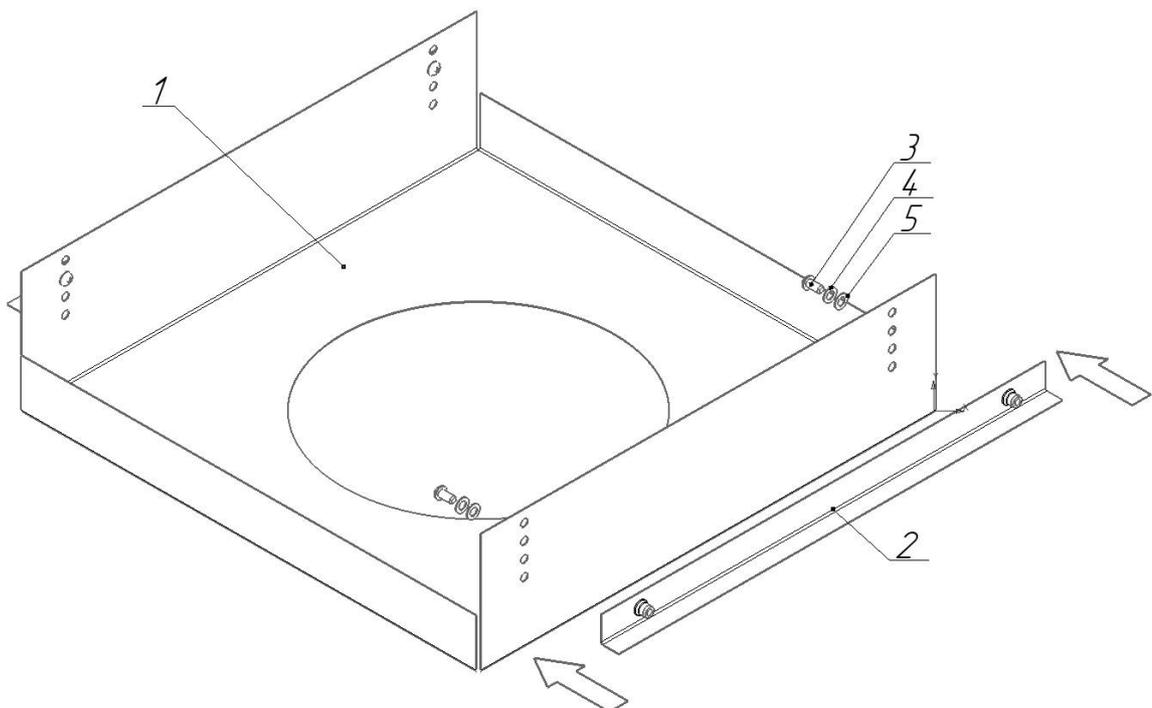

Рисунок 4 - Схема установки светильника в потолок Грильято
5.4.1 Прикрутить уголки к креплению Грильято (см. рисунок 4).